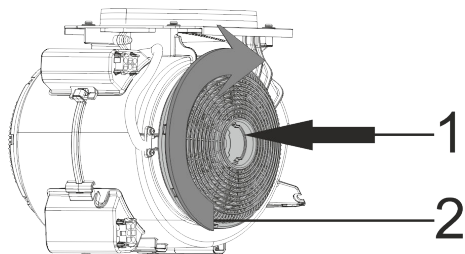

Fig. 8: KUL 10 & KUL 13
- 1- Placer kulfilterne på motorens sider (Fig. 8).
- 2- Sørg for at dreje kulfilterne med urets retning for at låse dem fast (Fig. 8).